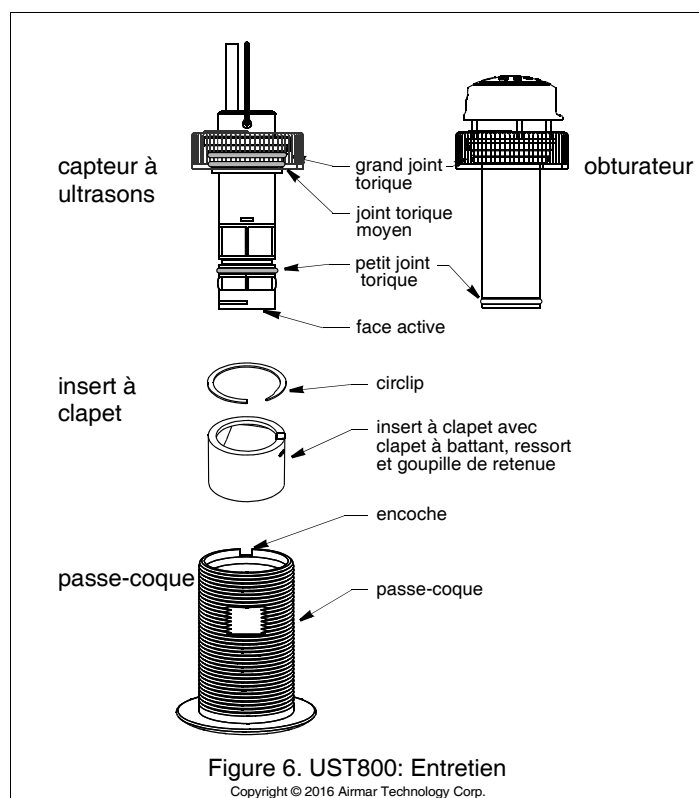

Figure 6. UST800: Entretien
5. Les joints toriques doivent être intacts et bien lubrifiés pour garantir l'étanchéité. Après le durcissement du mastic d'étanchéité, inspectez les joints toriques du capteur à ultrasons (remplacez-les si nécessaire) et lubrifiez-les avec la graisse silicone fournie (figure 6 ou 7).
Les joints toriques doivent être intacts et bien lubrifiés pour garantir l'étanchéité. Inspectez les joints toriques (remplacez-les si nécessaire) et lubrifiez-les avec la graisse silicone fournie (figure 6 ou 7).
2. Tirez lentement sur l'anneau d'extraction pour extraire le capteur à ultrasons en douceur (figure 6).
3. Insérez l'obturateur dans le passe-coque (figure 6). Insérez l'obturateur avec un mouvement tournant jusqu'à ce que l'ergot s'insère dans l'encoche. Vissez l'écrou-capuchon. **Serrez à la main** uniquement. Veillez à ne pas serrer exagérément.
La prolifération végétale sous-marine affecte significativement les performances du capteur à ultrasons. Nettoyez la face active avec un couteau à mastic souple en évitant soigneusement de rayer la surface (figure 6 ou 7). Si la prolifération est sévère, poncez légèrement la surface avec un papier abrasif fin sec ou à l'eau (grain 320).
Pour une parfaite étanchéité, les joints toriques ne doivent présenter aucune trace d'abrasion ni de coupure. Posez les joints toriques sur le capteur à ultrasons comme illustré (figure 6 ou 7). Montez les joints restants de la même manière sur l'obturateur.
1. Les joints toriques doivent être intacts et bien lubrifiés pour garantir l'étanchéité. Inspectez les joints toriques de l'obturateur (remplacez-les si nécessaire) et lubrifiez-les avec la graisse silicone fournie (figure 6).
3. Extrayez le circlip de l'insert à clapet à l'aide d'un tournevis afin de libérer l'extrémité du circlip (figure 6).
6. Nettoyez, réparez ou remplacez l'insert à clapet de sorte que le clapet se referme librement et s'appuie contre le logement du clapet (figure 6).